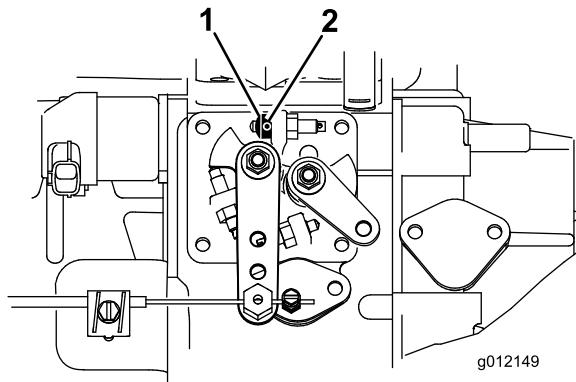

Figure 8
1. Desserrez la vis sans tête sur la butée de papillon (Figure 8).
2. Glissez la butée de papillon sur la vis d'arrêt de régime de ralenti accéléré (Figure 8). Le côté chanfreiné de la butée de papillon doit être placé à l'extérieur.